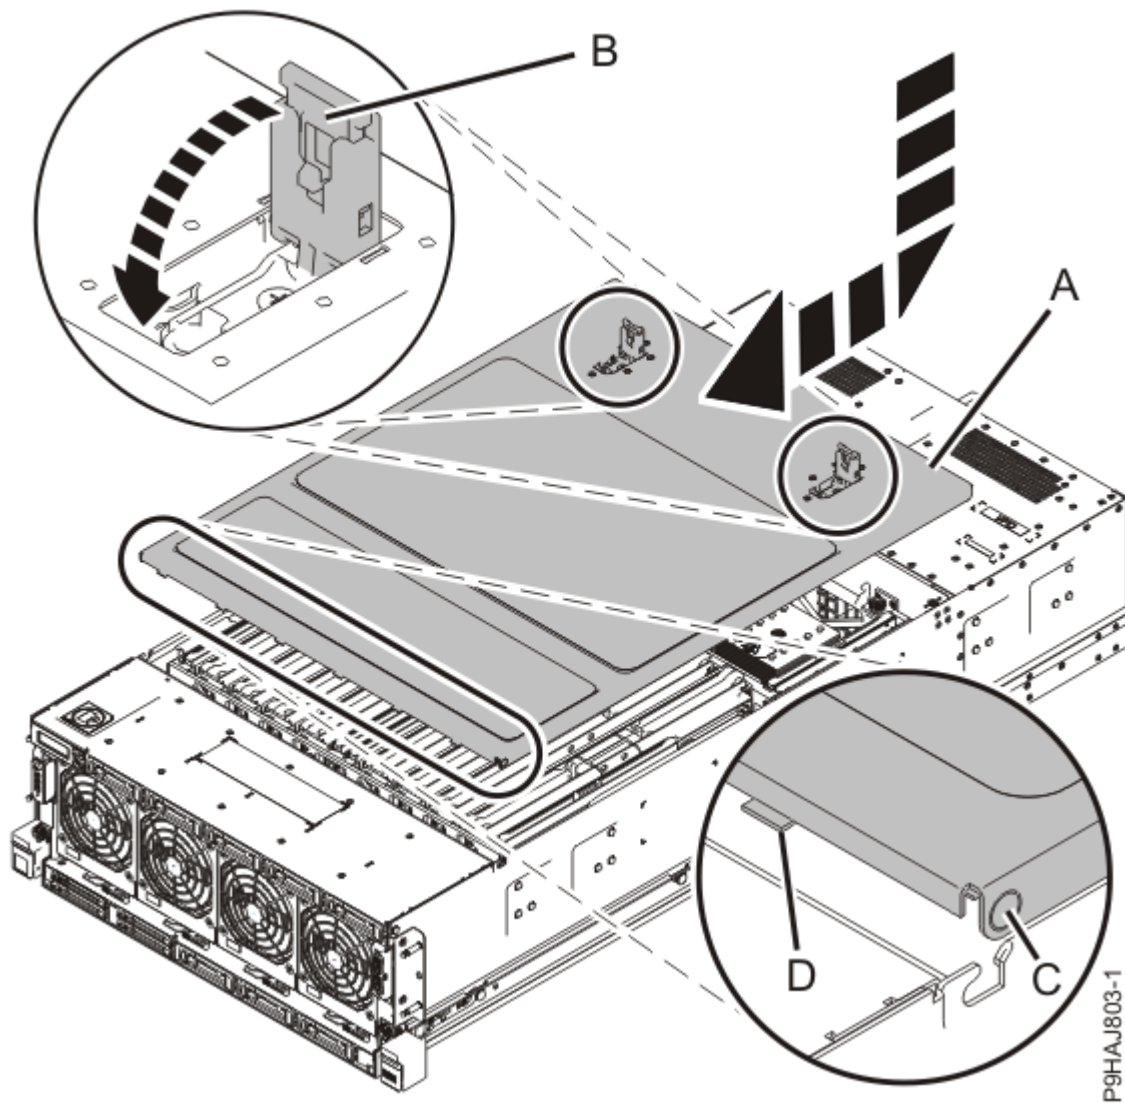

Figura 22. Instalación de la cubierta de acceso de servicio
- a) Deslice la cubierta **(A)** para insertarla de la unidad del sistema, tal como se muestra en la Figura 22 en la página 24.
- b) Cierre los pestillos de liberación **(B)** empujándolos en la dirección que se muestra en la Figura 22 en la página 24.